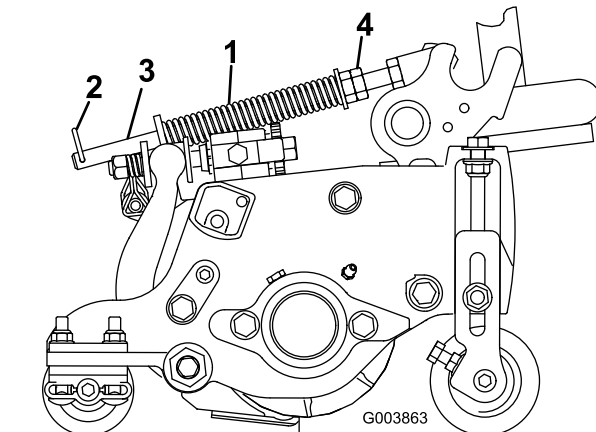

Figure 90
Le ressort de compensation transfère aussi le poids du rouleau avant au rouleau arrière (Figure 90). Cela évite la formation d'ondulations à la surface de la pelouse.
1. Vérifiez que la goupille fendue est insérée dans le trou de la tige de ressort (Figure 90).
2. Serrez les écrous hexagonaux sur l'extrémité avant de la tige de ressort jusqu'à ce que la longueur du ressort comprimé soit égale à 13 cm sur les unités de coupe de 13 cm ou à 16 cm sur les unités de coupe de 18 cm (Figure 90).